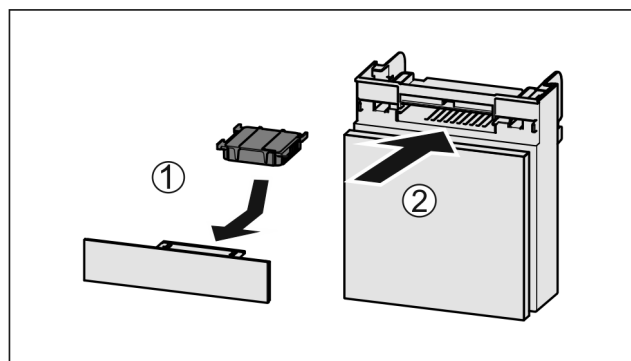

Fig. 181
- Umetnite filtari s aktivnim ugljenom kao što je prikazano na slici Fig. 181 (1).
- Umetnite pretinac Fig. 181 (2).